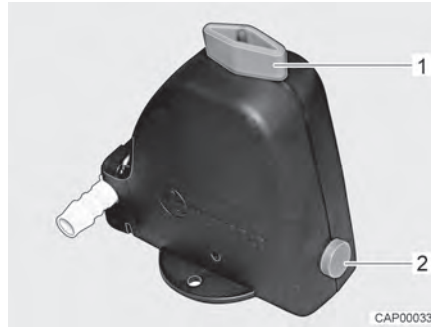
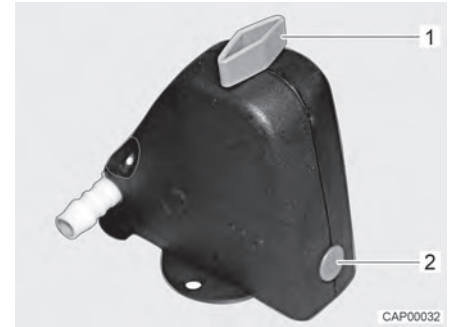

Bild 141 Sicherheits-/Ablassventil geöffnet
Bild 142 Sicherheits-/Ablassventil geschlossen
- Sicherheits-/Ablassventil schließen. Dazu Drehknopf (Bild 141,1) quer zum Sicherheits-/Ablassventil drehen und Druckknopf (Bild 141,2) hindrücken. Das geschlossene Sicherheits-/Ablassventil ist in Bild 142 dargestellt. Bei Temperaturen unter 6 °C lässt sich das Sicherheits-/Ablassventil nicht schließen.